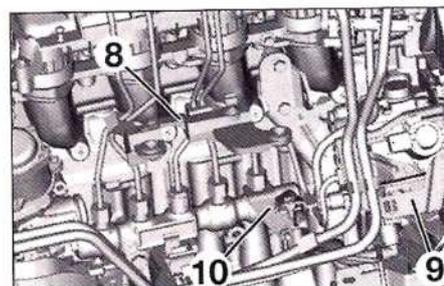
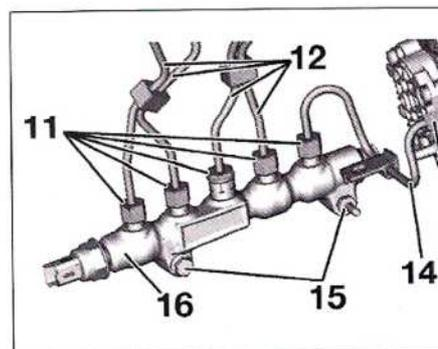

FIG. 56
FIG. 57
- El soporte (8) (Fig.56).
- El soporte de la bomba de alta presión (9).
- El soporte (10).
- Aflojar las conexiones (11) y (13) (Fig.57).